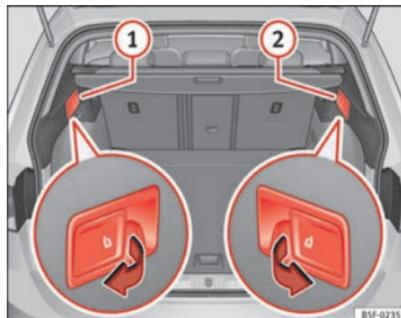

Fig. 92 Dans le coffre à bagages : leviers de déverrouillage à distance des parties gauche 1 et droite 2 du dossier arrière
- Tirez le levier de déverrouillage à distance de la partie gauche ⇒ fig. 92 ① ou droite ② du dossier dans le sens de la flèche. La partie débloquée du dossier arrière se rabat automatiquement vers l'avant.